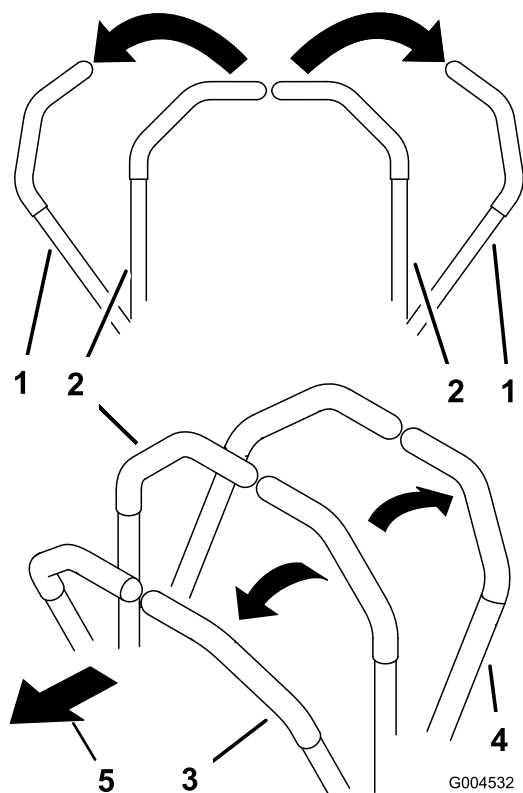

Figura 18
1. Spostate le leve di controllo del movimento togliendole dalla posizione di blocco in folle NEUTRAL-LOCKED (Figura 18).
- Per fare marcia avanti spingete lentamente in avanti le leve di controllo del movimento (Figura 18).
- Per fare marcia indietro tirate lentamente indietro le leve di controllo del movimento (Figura 18).
- per svoltare, rallentate tirando indietro entrambe le leve, poi spingete in avanti la leva sul lato opposto a quello da cui volete svoltare (Figura 18).